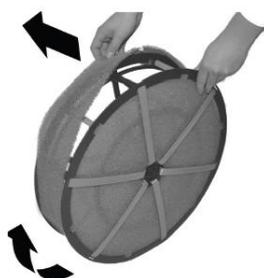

Рис. 22
3. Снимите внешний фильтр испарителя (рис. 22).